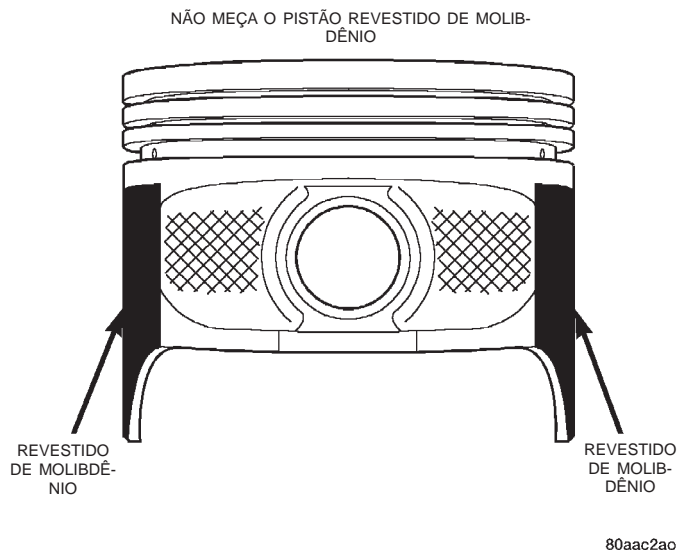
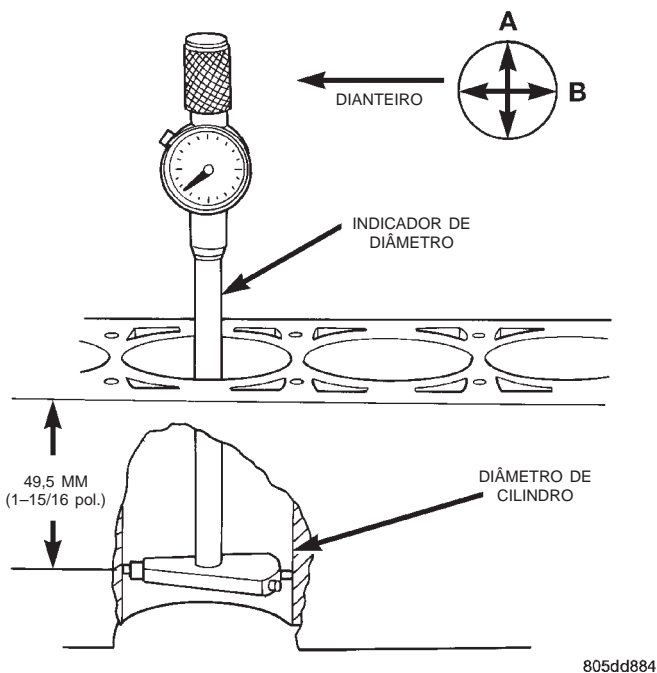

Fig. 6 Pistão Revestido de Molibdênio
Fig. 7 Indicador
(1) Para seleccionar corretamente o pistão de tamanho adequado, um indicador de diâmetro do cilindro com capacidade de leitura com INCREMENTOS de 0,003 mm (0,001 pol.) é necessário. Se um indicador de cilindro não estiver disponível, não use um micrômetro interno.
(2) Meça o diâmetro interno do cilindro em um ponto de 49,5 mm (1-15/16 pol.) abaixo da parte superior do cilindro. Comece em sentido perpendicular (transversalmente ou em 90 graus) para o eixo do eixo de manivelas no ponto A e, em seguida, obtenha uma leitura do diâmetro de cilindro adicional de 90 graus nesse ponto B (Fig. 7).
(3) Os pistões revestidos sofrerão manutenção junto com o pino do pistão e com a biela pré-montada. **O conjunto da biela do pistão revestido pode ser usado para manutenção de motores fabricados anteriormente e DEVERÃO ser substituídos como conjuntos completos.** Os pistões revestidos em estanho não devem ser usados como substituições para os pistões revestidos.
(4) O material de revestimento é aplicado ao pistão após o processo de usinagem final do pistão. Medir o diâmetro externo de um pistão revestido não fornecerá resultados precisos (Fig. 6). Portanto, torna-se **OBRIGATÓRIO** medir o diâmetro interno do cilindro com um Indicador de diâmetro do cilindro com mostrador. Para seleccionar corretamente o pistão de tamanho adequado, um indicador de cilindro com capacidade de leitura com incrementos de 0,003 mm (0,0001 pol.) é necessário.
(5) A instalação do pistão no cilindro requer um pouco mais de pressão que o necessário para pistões não-revestidos. O revestimento ligado no pistão produzirá uma aparência de um encaixe de linha a linha com o cilindro.